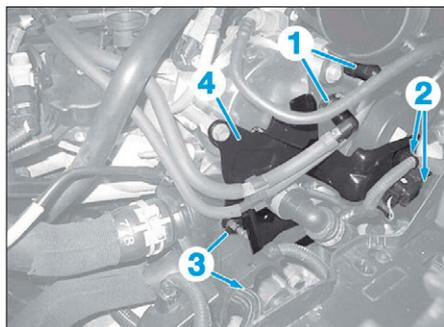

FIG. 41
- Désaccoupler les raccords basse pression carburant (1) (Fig.41).
- Dégrafer et écarter les faisceaux électriques (2).
- Déposer les écrous (3).
- Déposer la plaque support (4).